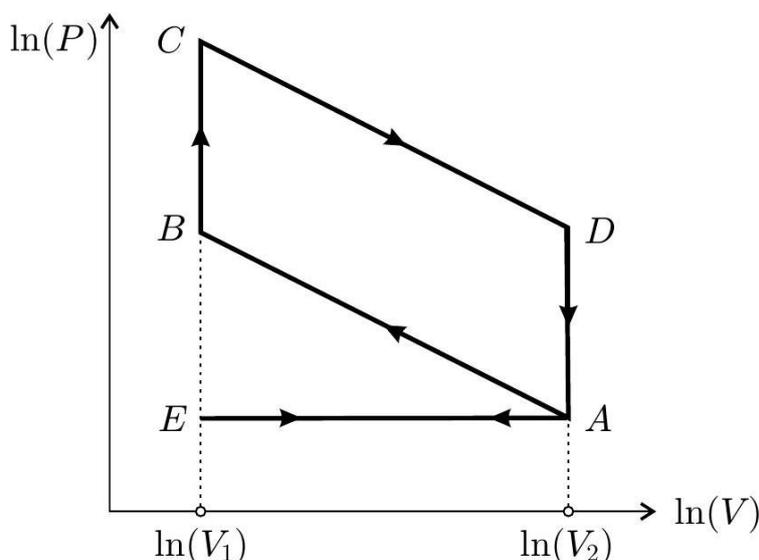

FIGURE 1 – Cycle moteur de Beau à quatre temps en échelle logarithmique
Le moteur à quatre temps a été décrit pour la première fois en 1862 par l'ingénieur Alphonse Beau. Ce cycle est décrit par l'air (pris à l'extérieur à la pression atmosphérique  $p_0$ ), assimilé à un gaz parfait diatomique, qui évolue entre un volume minimal  $V_1$  et un volume maximal  $V_2 = \alpha V_1$  avec le taux de compression  $\alpha > 1$ . Il est représenté sur la figure 1 en échelle doublement logarithmique dans le diagramme de Clapeyron.
6. Reproduire sur votre copie le diagramme de la figure 1 en y ajoutant les isothermes de températures  $T_f$  (température minimale du cycle) et  $T_c$  (température maximale du cycle).
En déduire l'expression  $\eta_{rv}$  du rendement du cycle moteur de la figure 1 en fonction des températures puis en déduire que  $\eta_{rv} = 1 - \alpha^{1-\gamma}$ .